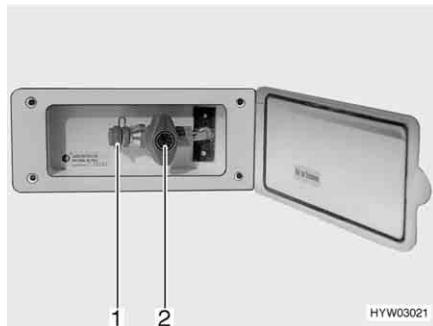

Fig. 75 Presa gas esterna, rubinetto di arresto del gas chiuso
La presa gas esterna (Fig. 75) si trova, a seconda del modello, nella parte posteriore o sul lato destro o sinistro del veicolo.
- Collegare l'apparecchio a gas esterno all'attacco (Fig. 75,1).
- Aprire il rubinetto di arresto del gas (Fig. 75,2).